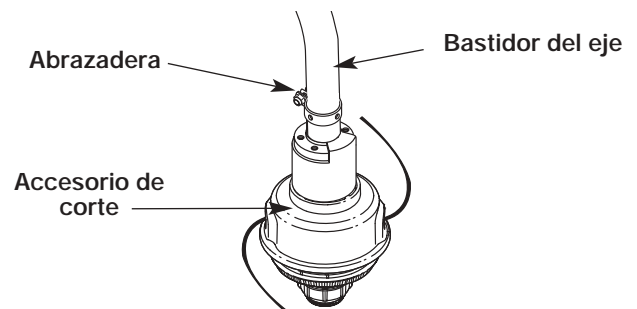

Figure 3
1. Coloque el accesorio protector de corte sobre el bastidor del eje por encima del ensamblaje de la abrazadera (Fig. 3).